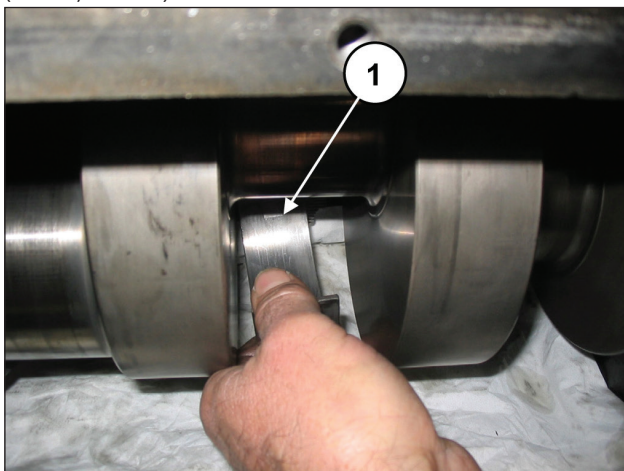

Abb. 28
Ziehen Sie die drei oberen Lagerschalen der Pleuelhälften ab (Pos. ①, Abb. 28).